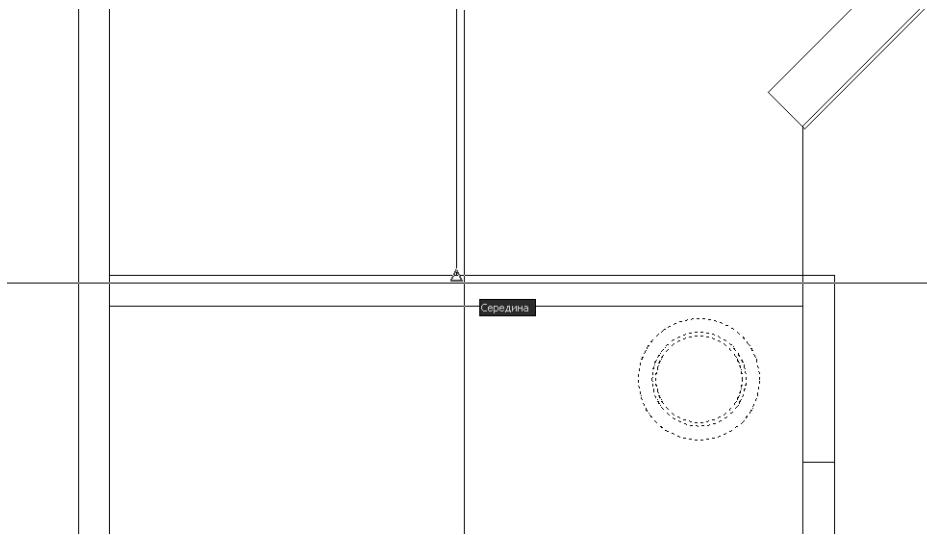

Рис. 5.31. Первая точка оси зеркального отображения выбранных объектов
2. Поскольку объекты были выделены заранее, команда **Зеркало** (MIRROR) предложит выбрать первую точку оси зеркального отображения. Включите режим привязки **Середина** (Midpoint) и выберите среднюю точку **верхней** линии прямоугольника, который обозначает правую боковую стенку малой тумбы, как показано на рис. 5.31.